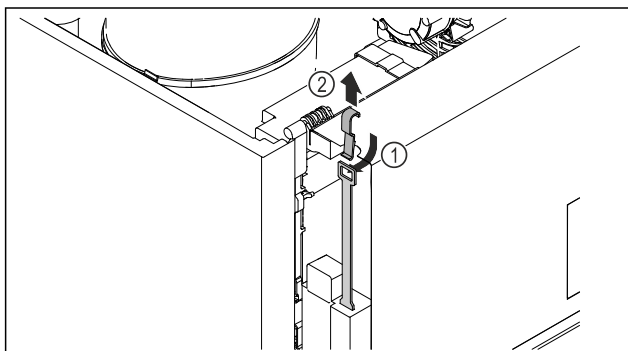

Fig. 248
- Introduzca la llave de desbloqueo de emergencia Fig. 248 (1) desde arriba, engánchela a la cerradura y tire de ella hacia arriba Fig. 248 (2).